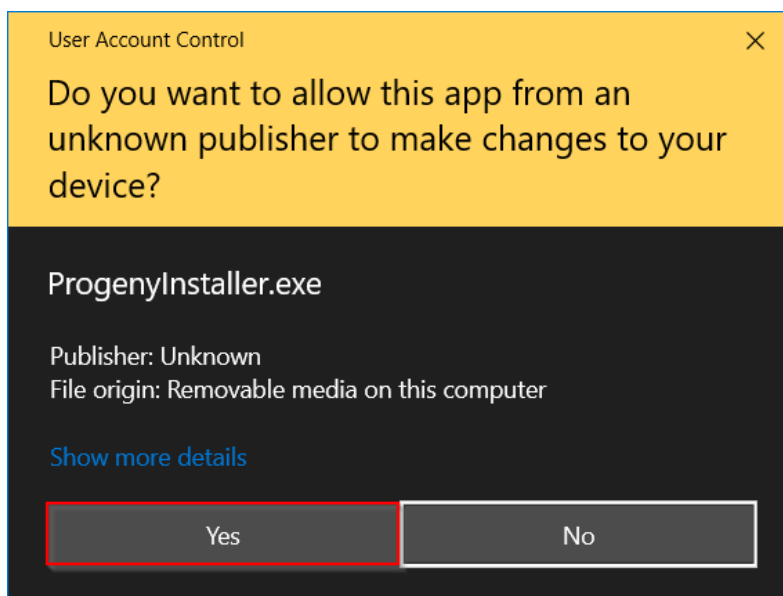

Figure 3. La fenêtre contextuelle Contrôle de compte d'utilisateur.
- Une fenêtre contextuelle « Contrôle de compte d'utilisateur » s'affiche pour confirmer votre choix d'apporter des modifications à votre dispositif. Cliquer sur « Oui ». Voir la figure 3 ci-dessous.